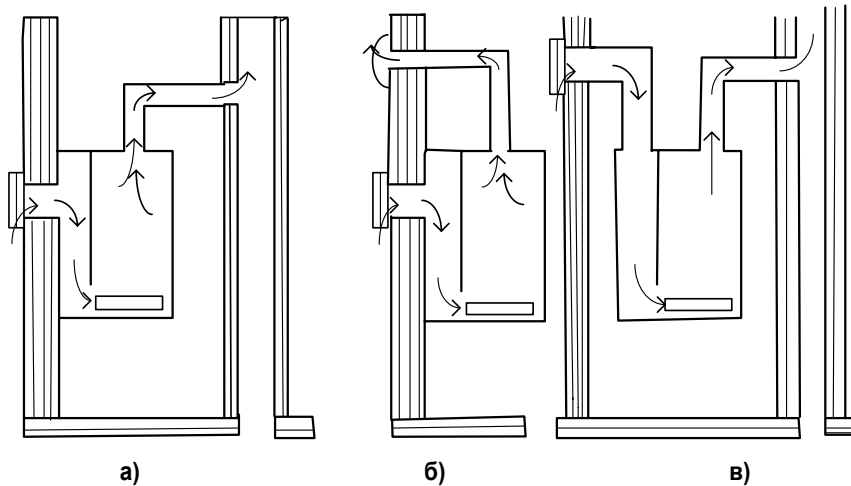

Рис.7 Раздельная система воздухоподачи и удаления продуктов сгорания с индивидуальной подачей воздуха через заднюю стенку или через верх котла
1. В наружной стене здания пробить горизонтально отверстие диаметром на 10-20 мм больше диаметра воздуховода. Для варианта с воздуховодом через заднюю стенку котла (рис. 7а,б) разметку делают по устанавливаемому котлу, чтобы кольцевой выход котла входил в патрубок воздуховода. Для варианта с воздуховодом через верхнюю крышку котла – по проекту (рис. 7в).
2. Установить патрубок воздуховода по оси отверстия горизонтально, чтобы торец выступал над внутренней поверхностью стены 5-10 мм (для варианта рис. 7а,б) или 50 мм (для варианта на рис. 7в), снаружи – 50 мм (чтобы закрепить терминал). Зафиксировать воздуховод во избежание его деформации.